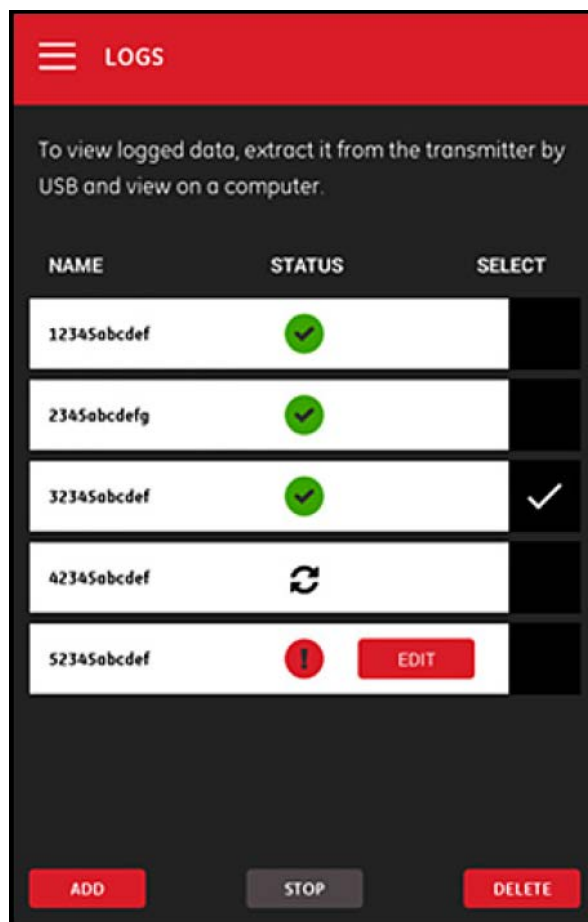

图 100: 日志主菜单
在日志主菜单中（请参见下面的图 100），会列出所有已有的日志及其当前状态。每个列出的日志均可编辑、停止或删除，具体取决于其当前状态。
1. 在日志主菜单中（请参见第 104 页上的图 100），单击您要删除的日志右侧的选择列。
1. 在日志主菜单中（请参见第 104 页上的图 100），单击您要停止的日志右侧的选择列。
1. 在日志主菜单中（请参见第 104 页上的图 100），单击您要编辑的日志右侧的选择列。